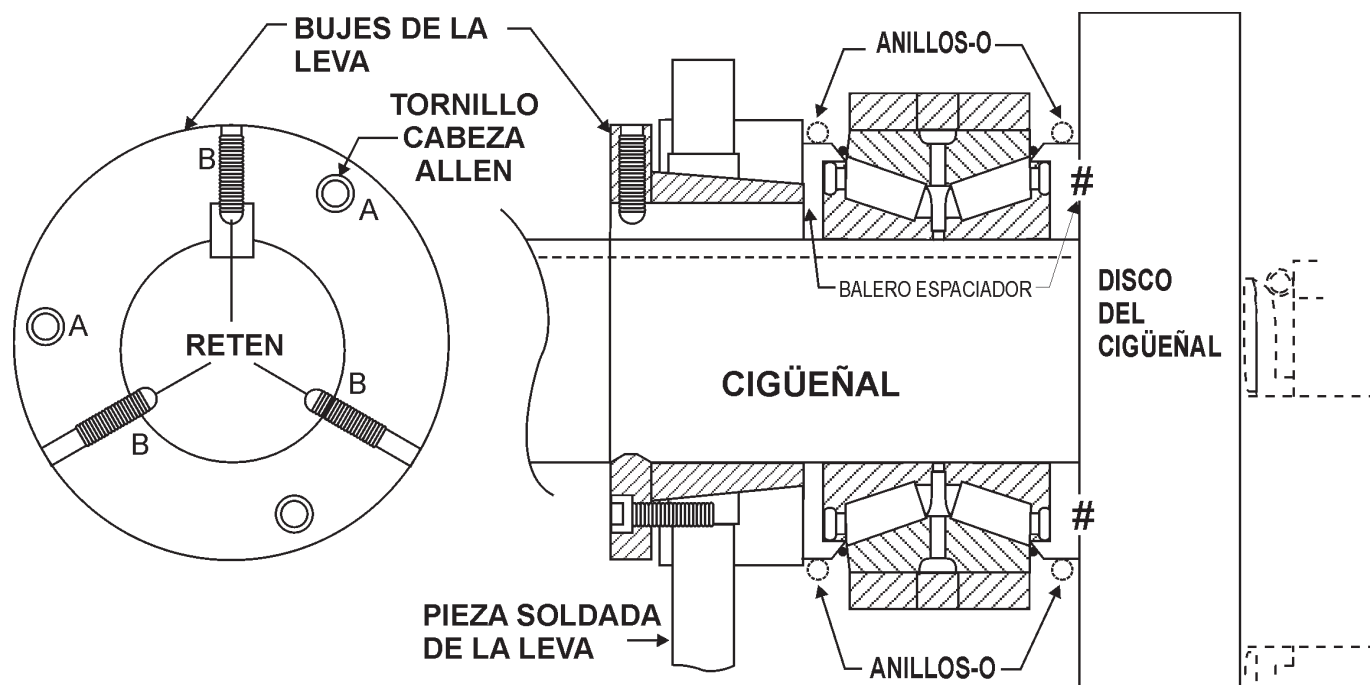

Figura 26. Instalación del balero/buje de la leva
1. Instale los componentes del balero en el cigüeñal haciendo contacto completo con la parte trasera del disco de la manivela como se indica en el símbolo #. Consulte la Figura 26.